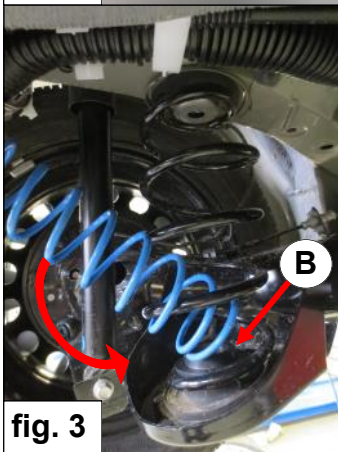

fig. 3
3. Plaats veerschotel **B**. Breng de hulpveer **C** met een kantel beweging in de hoofdveer. Zie fig. 3.